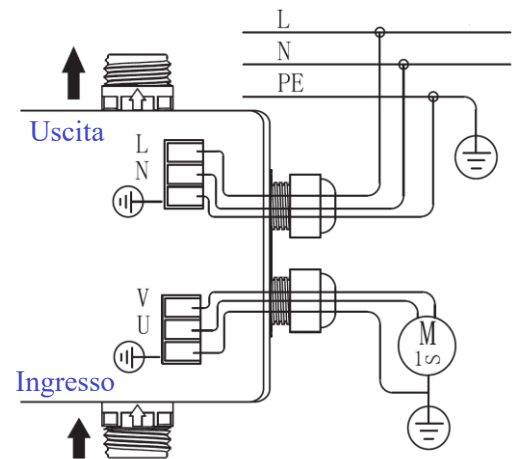

Fig. 3
- Aprire il coperchio superiore e collegare i fili seguendo lo schema elettrico (vedi Fig. 3).